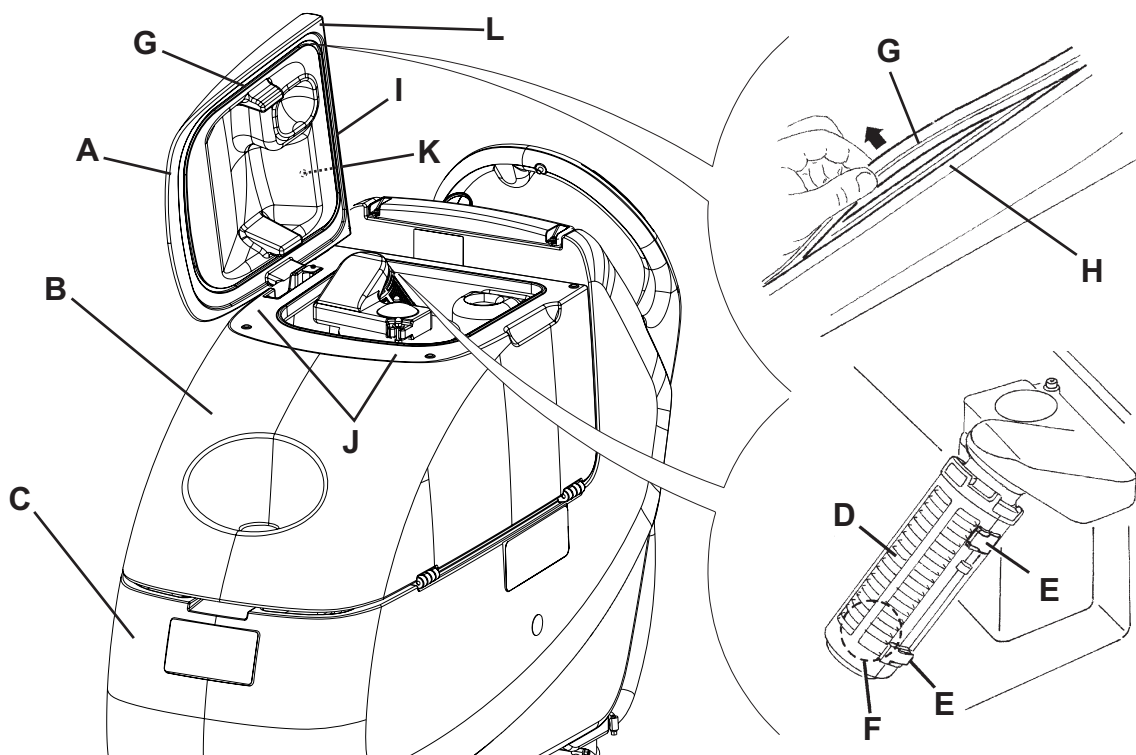

Figure 6
2. Positionner la clé de contact (80) sur « 0 ».
3. Ouvrir le couvercle (A, Fig. 6) et le porter dans la position de lavage (L).
4. Nettoyer et laver à l'eau propre le couvercle (A), les réservoirs (B et C) et la grille d'aspiration avec fermeture automatique à flotteur (D).
5. Si besoin est, dégager les dispositifs de retenue (E), ouvrir la grille (D), récupérer le flotteur (F) et nettoyer soigneusement ; enfin reposer en place.
6. Contrôler l'intégrité du joint d'étanchéité (G) du couvercle du réservoir.